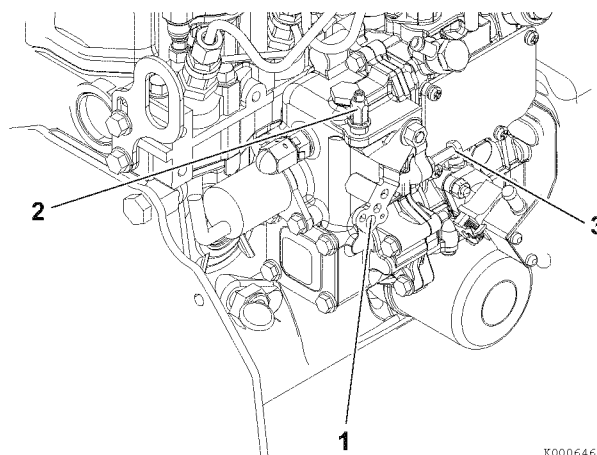

Рисунок 11
1. Убедитесь, что рычаг регулятора частоты (1, **Рисунок 11**) плотно контактирует с ограничительными винтами высоких (2, **Рисунок 11**) и низких (3, **Рисунок 11**) оборотов холостого хода, когда устройство управления частотой вращения двигателя находится в положении максимальной частоты или низкой частоты холостого хода.